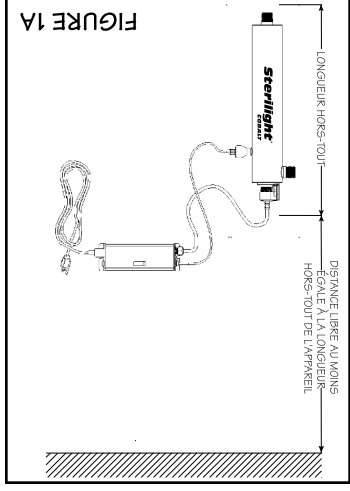

FIGURE 1A
1. L'illustration ci-dessus présente une configuration typique d'installation du système de désinfection et des composants connexes. On recommande l'installation d'un circuit de dérivation, ce qui permettra l'exécution d'interventions d'entretien sans interruption de la distribution d'eau. Dans un tel cas, on doit noter qu'une opération de désinfection supplémentaire du circuit de distribution sera nécessaire si de l'eau non désinfectée y a circulé. De plus, l'eau qui circulerait dans le système à travers le circuit de dérivation NE SERAIT PAS désinfectée – on doit donc installer bien en vue l'étiquette fournie **"NE PAS CONSOMMER L'EAU"** sur le circuit de dérivation jusqu'à ce que le traitement de désinfection complet du système ait été effectué et qu'il ait été remis en service. Voir la description complète du processus de désinfection à la page 6 de ce document. Si de l'eau qui n'a pas été traitée par le système (à l'occasion d'une intervention d'entretien) doit être consommée, on doit la faire bouillir vingt minutes avant de la consommer. Choisir un emplacement approprié pour l'installation du système de désinfection et des composants connexes. Tenir compte de la recommandation d'installer un disjoncteur de fuite à la terre (recommandé). Le système peut être installé verticalement (l'orifice d'entrée d'eau en bas – Figure 1A) ou horizontalement (Figure 1B); cependant, il est préférable de l'installer verticalement. Lors du choix de l'emplacement d'installation, veiller à laisser un espace libre suffisant pour les opérations de remplacement de la lampe UV et/ou du manchon de quartz (typiquement, on laisse un espace correspondant à la taille du réacteur lui-même). (Note : seulement, ces diagrammes représentent une installation comprenant le système Cobalt "PLUS" avec un capteur UV)